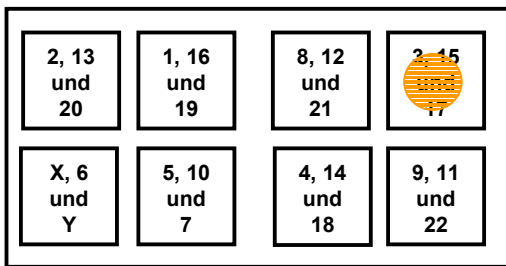

Abbildung 1. Lage der Painting-Sonden für gesamte Chromosomen auf den Feldern des OctoChrome-Systems.
- i. Den Matrizenobjektträger vorsichtig über das OctoChrome-System drehen, so dass die Nummer 1, die jetzt auf dem Kopf steht, sich über dem oberen rechten Bereich der OctoChrome-Systems befindet (Abbildung 1).